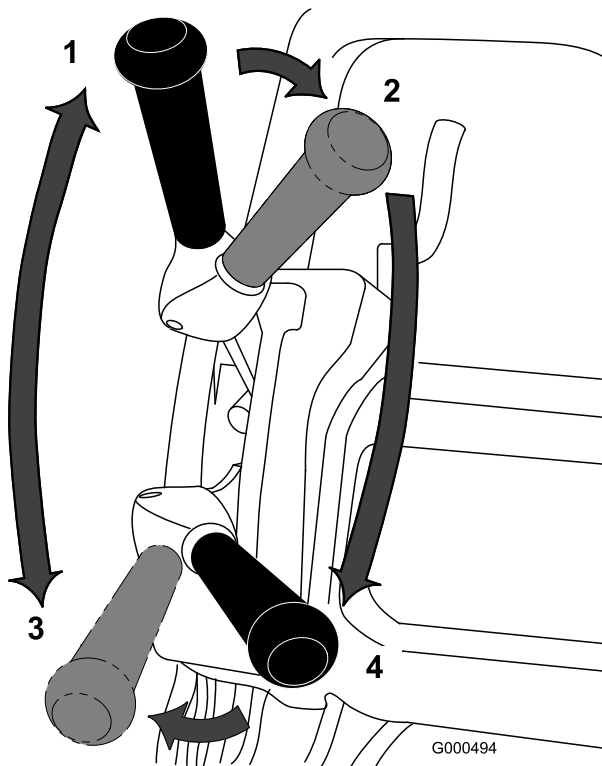

Figura 26
1. Arranque el motor, ponga el acelerador en Lento, empuje el manillar hacia abajo para elevar la unidad de corte, apriete el control de presencia del operador, ponga la palanca de tracción en la posición de Engranado y lleve el cortacésped al borde del green (Figura 26).
2. Mueva la palanca de tracción a la posición de Desengranado y engrane la palanca de transmisión del molinete (Figura 26).
deseada, lleve el cortacésped al green, baje la parte delantera del cortacésped y empiece a segar (Figura 26).